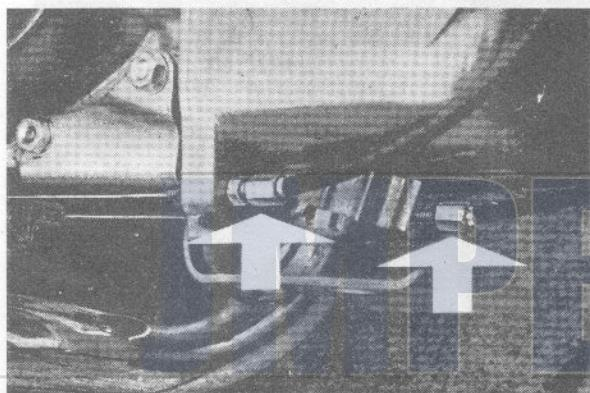

Fig. 4
- kap van de compressor. Twee bokkophouten (M6 x 35 en M6 x 42) losdraaien. Bougies eruit halen. Kap van de compressor naar voren en dan omlaag trekken. Bij schakeling met de hand beide schakelkabels aan de onderkant van de motor eruit laten hangen. (zie ook fig 4).
- Vervanging van de schakelkabels. Eerst de beide stelbouten aan de einden van de kabel geheel eruit draaien. De nippels uithakken (fig. 4). Voor het opnieuw stellen: de schakelbalk (schakelhefboom met twee armen) aan de motor moet dwars op de rijrichting staan (tweede versnelling).